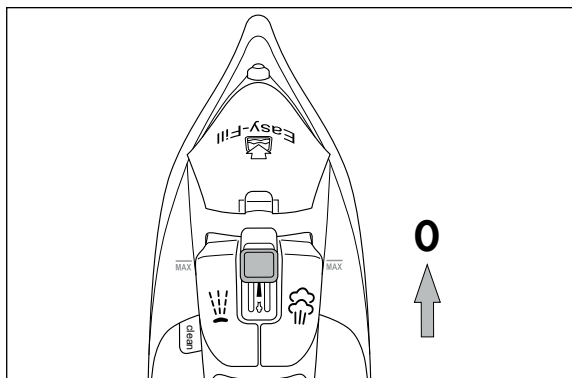

Fig. 2
- 1) Certifique-se de que o regulador de vapor 3 está na posição 0 (ver fig. 2).
- 1) Desloque o regulador de vapor ❸ totalmente para cima, para a posição 0 (nenhum vapor) (ver fig. 2).
- 2) Deixe o ferro de engomar a vapor aquecer, até o LED indicador de aquecimento ❸ ficar continuamente aceso.